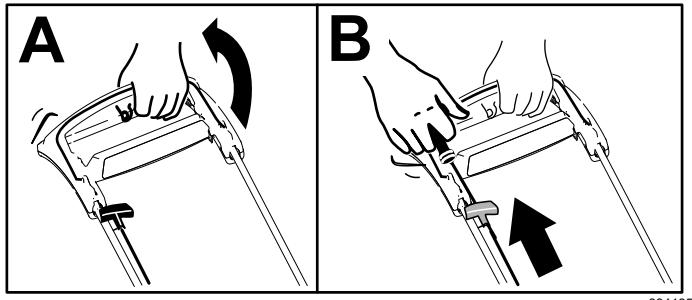

Figure 13
- Maintenez la barre de commande de la lame contre le guidon (A de Figure 13).
- Tirez légèrement la poignée du lanceur jusqu'à ce que vous sentiez une résistance, puis tirez vigoureusement et laissez le lanceur se rétracter lentement jusqu'au guide-câble sur le guidon (B de Figure 13)